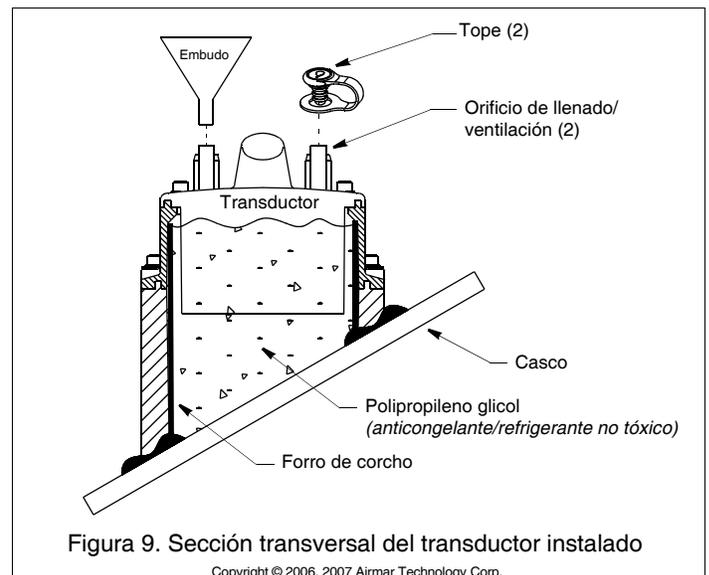

Figura 9. Sección transversal del transductor instalado
6. Termine de llenar el depósito con polipropileno glicol. No obstante, deje una pequeña cámara de aire para cuando el líquido se expanda con las variaciones de temperatura. Con el embudo que se incluye, vierta el líquido por uno de los orificios de llenado/ventilación hasta que el depósito esté lleno (Figura 9). El segundo orificio actuará como respiradero. (Alternativamente, el depósito se puede llenar utilizando un tubo de diámetro estándar sujeto a una abrazadera.) Coloque los topes que se incluyen y tapone los orificios de llenado/ventilación. Para facilitar la operación, lubrique los topes con el líquido. Amarre el embudo al asa para tenerlo a mano.